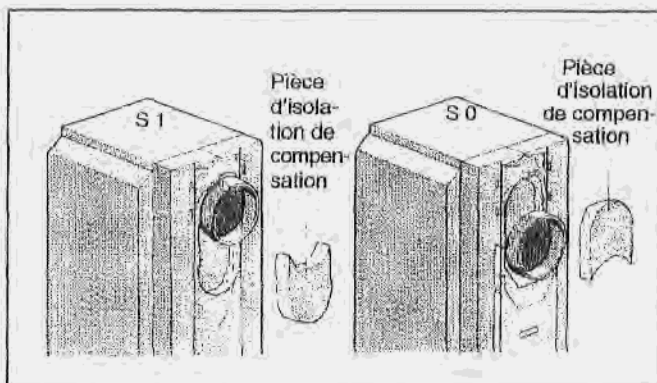

Fig. 16
- Placer la pièce de compensation calorifique au-dessus de la buse de fumées sur le modèle S0 et en dessous de la buse sur les modèles S 1 / S 4 (fig. 16).